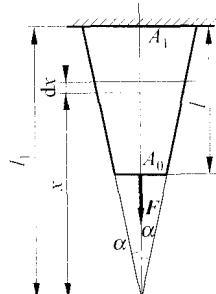

图 1.4
**例1.4** 圆锥形杆长 $l$ ,如图1.4所示,已知两端的面积分别为 $A_0$ 和 $A_1$ ,铅垂作用力 $F$ ,假设锥角 $\alpha$ 远小于 $20^\circ$ ,试求:
(1) 杆的伸长量;
(2) 杆内贮存的应变能。